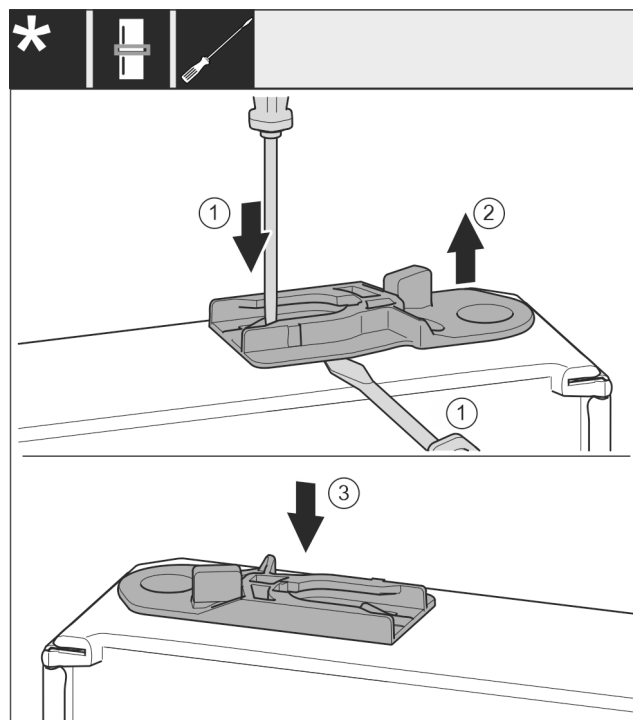

Fig. 48 *
- Izvucite čahuru za vođenje: Odvijačem s ravnom glavom pritisnite spojnicu Fig. 48 (1) i istodobno umetnite odvijač s ravnom glavom ispod čahure za vođenje Fig. 48 (2).*
- Gurnite isporučenu čahuru za vođenje Fig. 48 (3) na drugoj strani uređaja.*